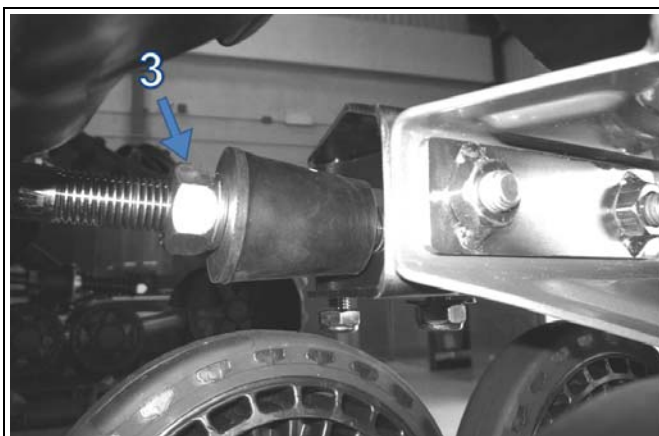

Abbildung 11
- Mutter (3), die den Gummikegel der Stabilisierungsstange zusammendrückt, lösen. Die Mutter sollte keinen Druck mehr auf den Gummikegel ausüben (siehe Abbildung 11).